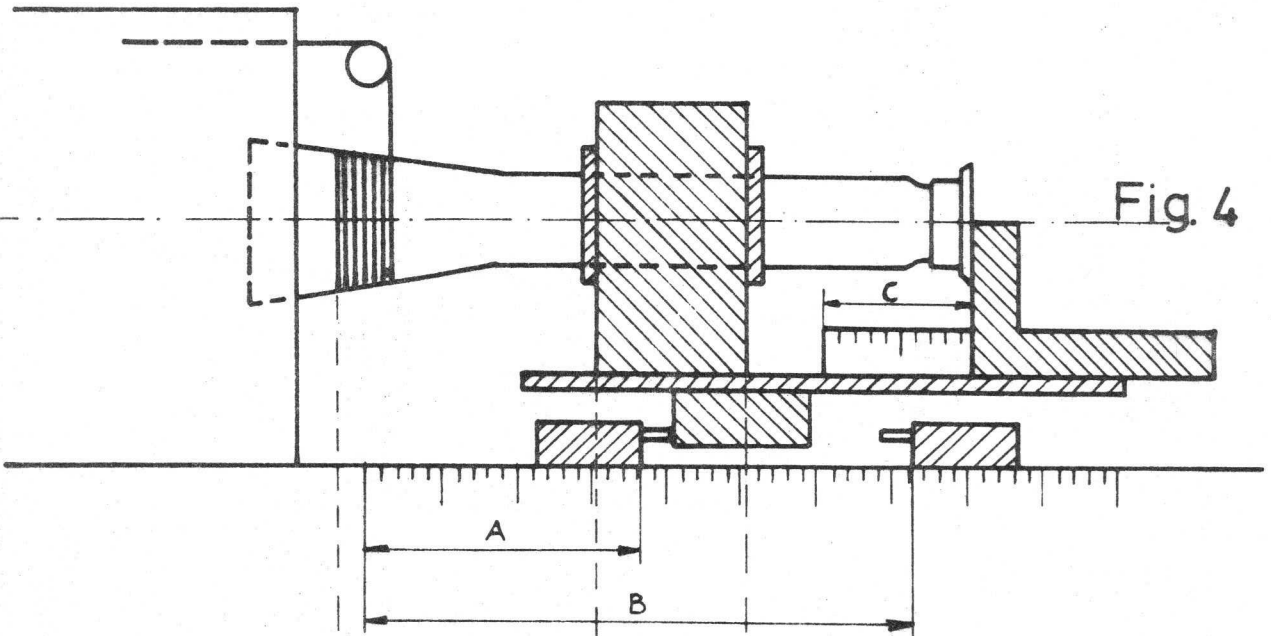

Fig. 4
3. Wickelapparaat per type buis afstellen volgens fig. 4 en tabel